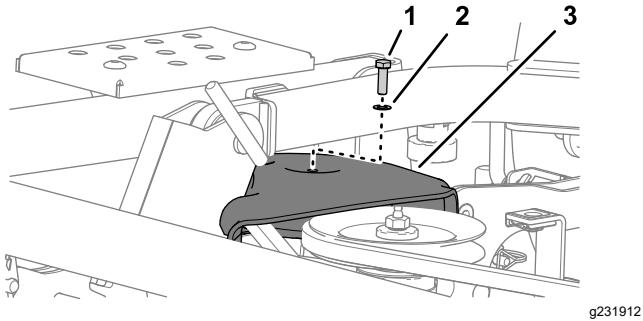

Figura 117
2. Rimuovete il bullone e la rondella che fissano il copripuleggia al piatto di taglio (Figura 117).
1. Allineate il copripuleggia sulla puleggia più a destra; fate riferimento alla Figura 117 in Rimozione del copripuleggia (pagina 79).